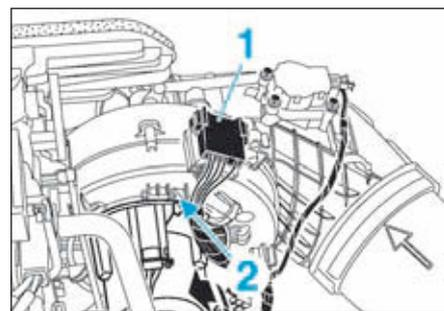

FIG.5
- Débrancher le connecteur électrique (1) du motoventilateur (Fig.5).
- Déposer la vis (2).